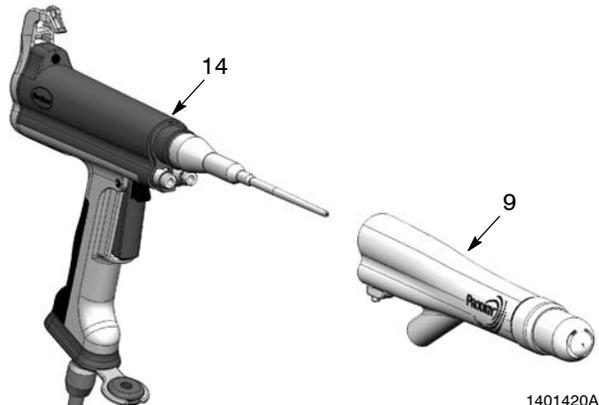

Fig. 15 Smontaggio dell'adattatore
6. Vedi figure 15 e 14. Montare l'adattatore sul corpo della pistola. Serrare la vite di fermo.
5. Vedi figure 15 e 14. Montare l'adattatore sopra i supporti dell'elettrodo e del resistore. Serrare la vite di fermo.